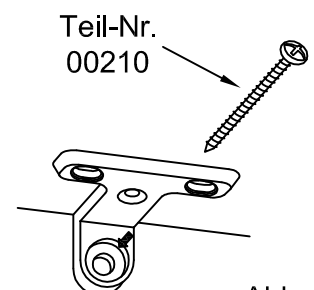

Abb. 3
- Für Sideboards und Higboards:* Zur Kippsicherung muss das Möbel bauseits fixiert werden! Dazu befinden sich im Möbel vormontierte Montagewinkel unterhalb des oberen bzw. des mittleren Konstruktionsbodens. Mit kleinem Bohrer durch Winkel und Rückwand bohren, um damit die Bohrposition auf der Zimmerwand zu markieren. Möbel abrücken. Ø8-mm-Löcher in das Mauerwerk bohren und Nypondübel Ø8x40 mm (Teil 50801) einsetzen. Möbel wieder positionieren und mit Schrauben Ø5x70 mm (Teil 00210) an der Zimmerwand befestigen (Abb. 3).